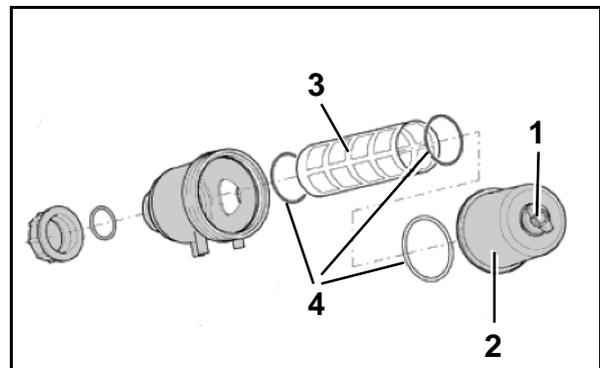

Fig. 182
Nettoyez le filtre d'aspiration (Fig. 182) tous les jours après la pulvérisation.
5. Desserrez la vis à ailettes (Fig. 182/1) du filtre d'aspiration.
6. Retirez le couvercle (Fig. 182/2).
7. Extrayez la cartouche filtre (Fig. 182/3) nettoyez la à l'eau.
8. Contrôlez le bon état des joints toriques (Fig. 182/4).
Vérifiez que les joints toriques sont bien en place (Fig. 182/4).